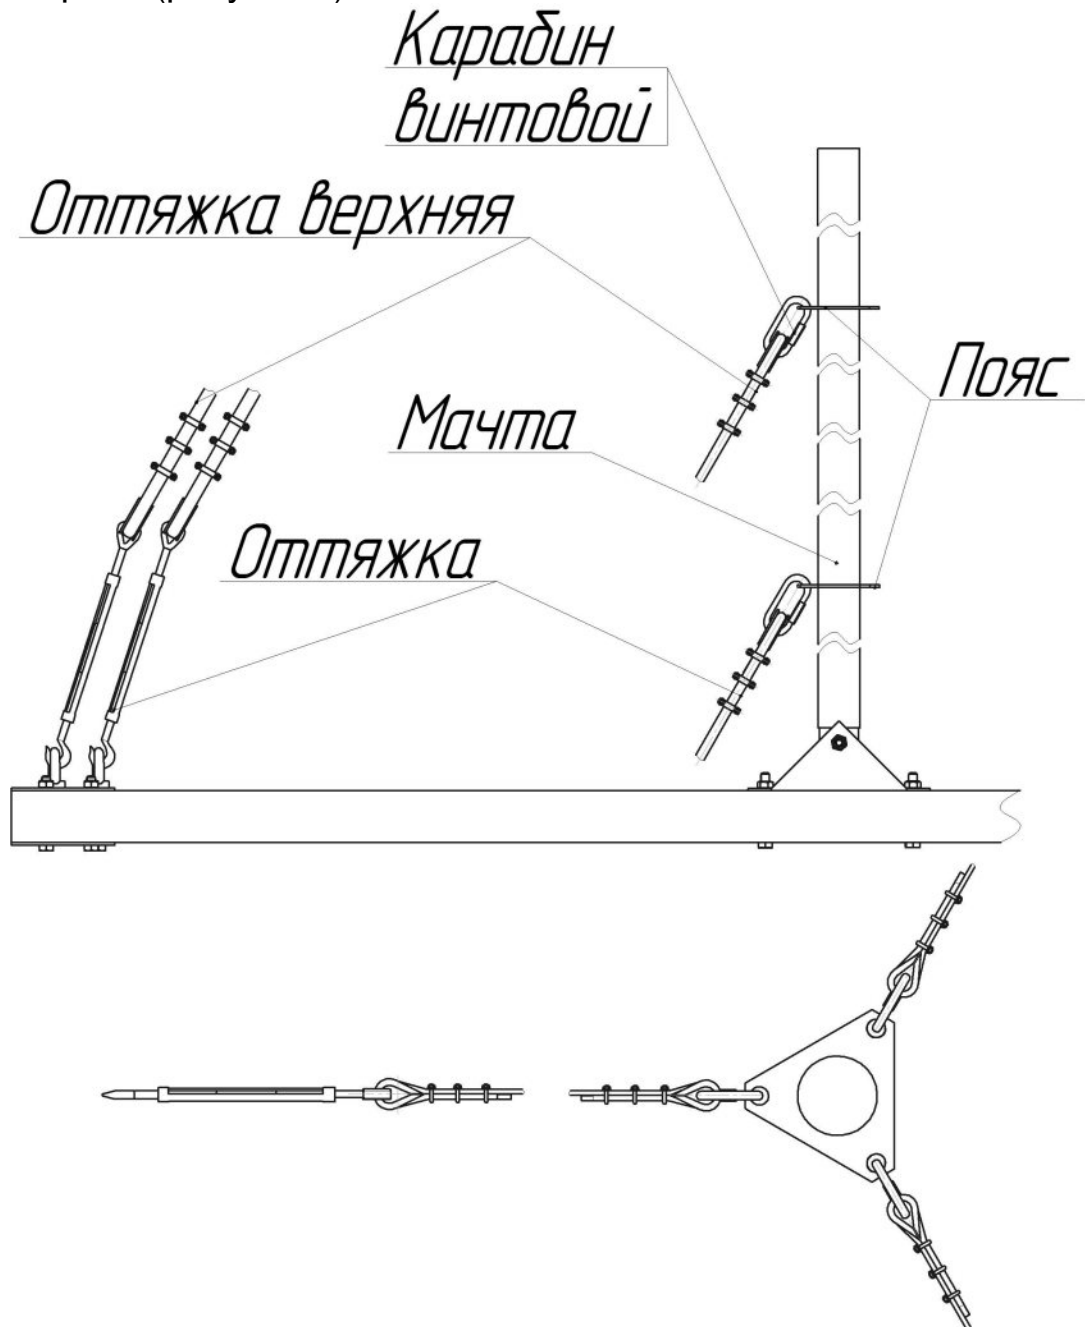

Рисунок 5 – Крепление оттяжек
4.5 В состав комплекта входят: оттяжка длиной 3,5 м в количестве трех штук и оттяжка верхняя длиной по 7,5 м в количестве трех штук. Конструкция оттяжки представлена на рисунке 6. Оттяжка состоит из троса $\varnothing 4$ мм, талрепа, винтового карабина. Один конец оттяжки соединяется с поясом при помощи винтового карабина - другой крепится к рым-гайке с помощью талрепа (рисунок 5).
7.1.12 Закрепить оттяжки на поясе с помощью винтовых карабинов (рисунок 5).